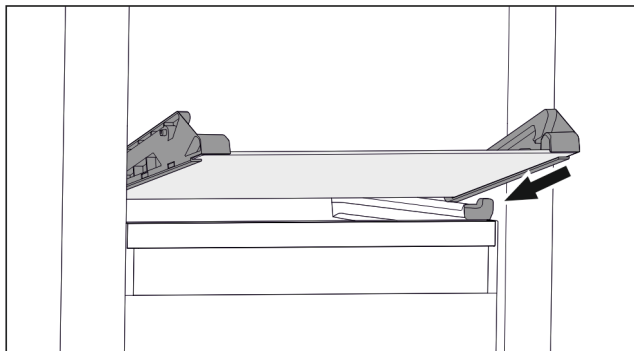

Fig. 73 Glasplatte des abklipbaren Schubfachs
- ▶ Glasplatte schräg hinter den Stoppeln aufsetzen. (zie Fig. 73)